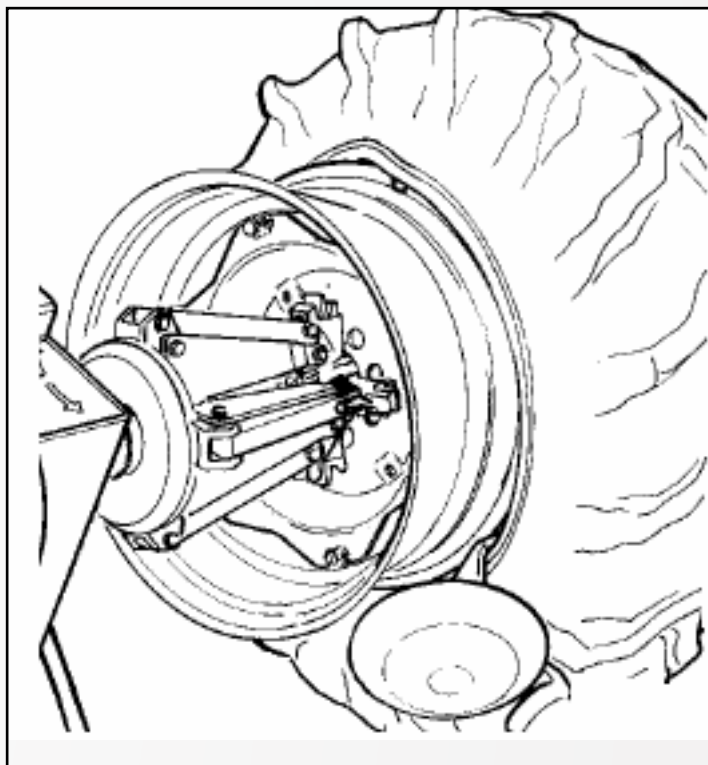

Рисунок 25
8) Передвигайте рычаг вперед, пока красная точка не окажется на одной линии с внешней кромкой обода на расстоянии 5 мм от него (см. рис.25).